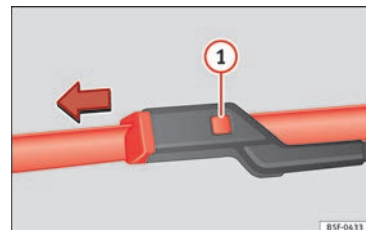

Bild 73 Byta torkarblad på vindrutetorkarna.
- Tryck ner låsfliken ① » bild 73.